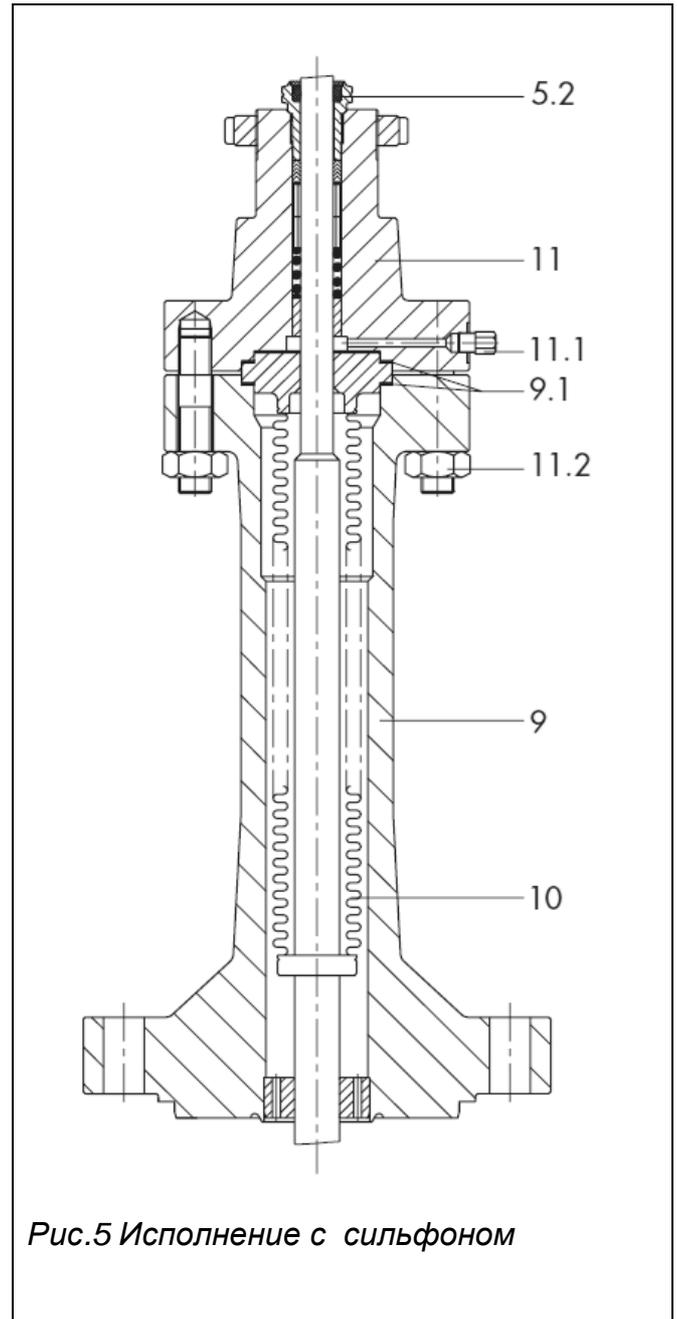

Рис.5. Исполнение с сиффоном
В конструкции с металлическим сильфонным уплотнением (рис.5) для проверки возможной утечки через сильфон на верхнем фланце находится контрольный штуцер (11.1) К нему рекомендуется подключать, в особенности для жидкостей и парообразной среды, соответствующий индикатор утечки (например, эл/контактный манометр, слив в открытый сосуд или индикаторный сосуд).
Список к рис.5
Металлический сальфон (10) может быть заменен только, как неотъемлемая часть конструкции сальфон-шток-плунжер. Для этого действуйте согласно пунктам гл.5.1.2 (рис.5).